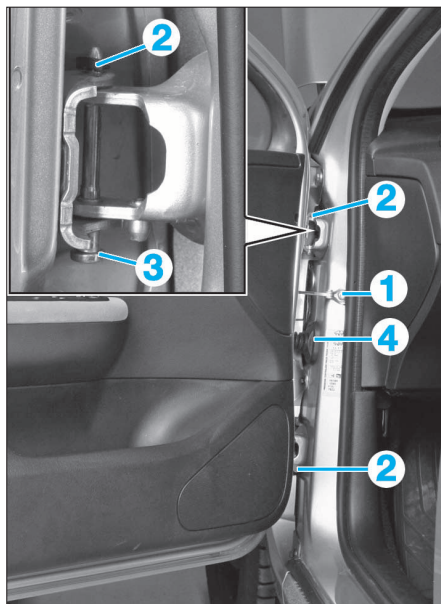

FIG. 36
- Déposer (Fig.36) :
- la fixation (1) du tirant de porte
- les clips (2) d'axe de charnières
- les axes de charnière (3) (à l'aide de l'outil [2])
- le connecteur (4)